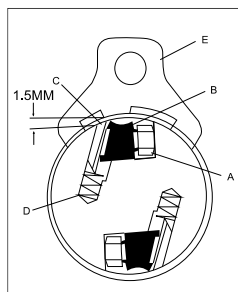

Рис. 5
2. Ослабьте фиксатор ножа (B) поверните винт (A) по часовой стрелке. Ножи выйдут наружу под действием пружины (D). Выньте нож (C) и затем фиксатор ножа (B) (Рис.5)
Установка ножей (Рис.5)